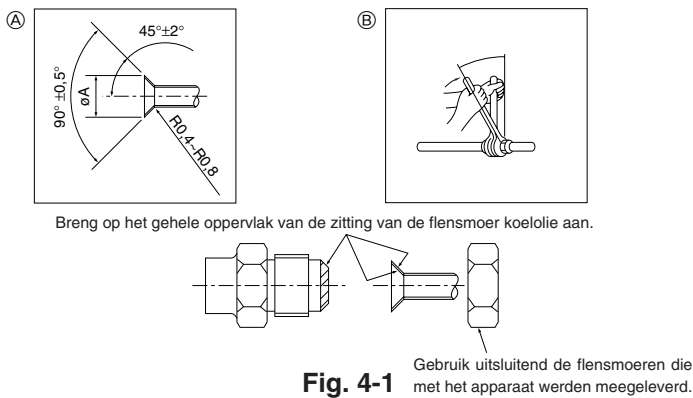

Fig. 4-1 Gebruik uitsluitend de flensmoeren die met het apparaat werden meegeleverd.
4.2. Binnenapparaat (Fig. 4-1)